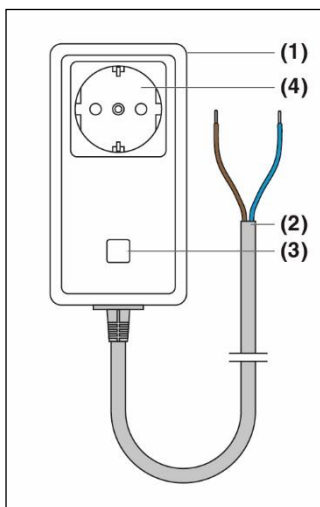

Fig. 1
4.1 Branchement du récepteur (Fig. 1 et 2)